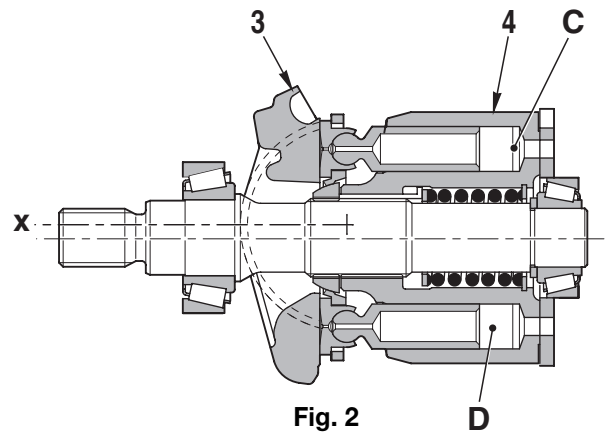

Fig. 2
- 3 - Quand l'axe X du plateau oscillant (3) et l'axe du bloc-cylindres (4) sont parallèles (angle d'inclinaison du plateau oscillant «α»=0), la différence entre les volumes C et D dans le bloc-cylindres (6) devient 0 et les phases d'aspiration et de refoulement ne se font pas (Fig. 2). (En pratique, l'angle d'inclinaison du plateau oscillant «α», ne devient jamais égal à 0).